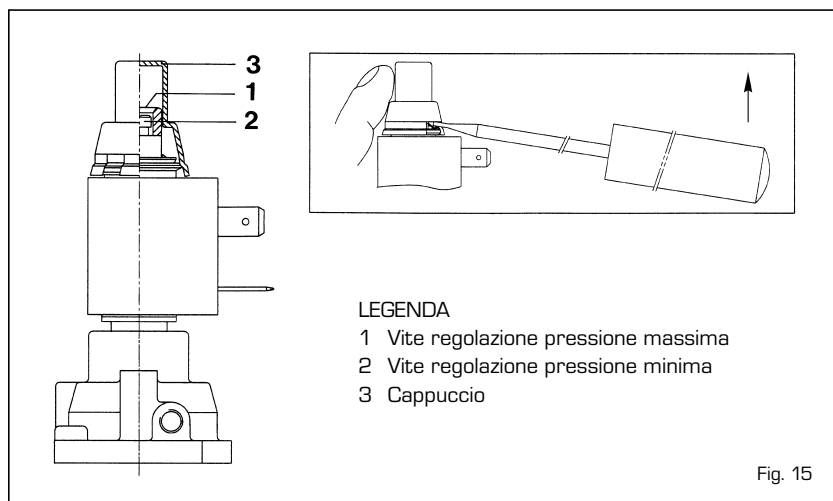

Fig. 15
4.2.1 Regolazione pressione minima e massima (fig. 15)